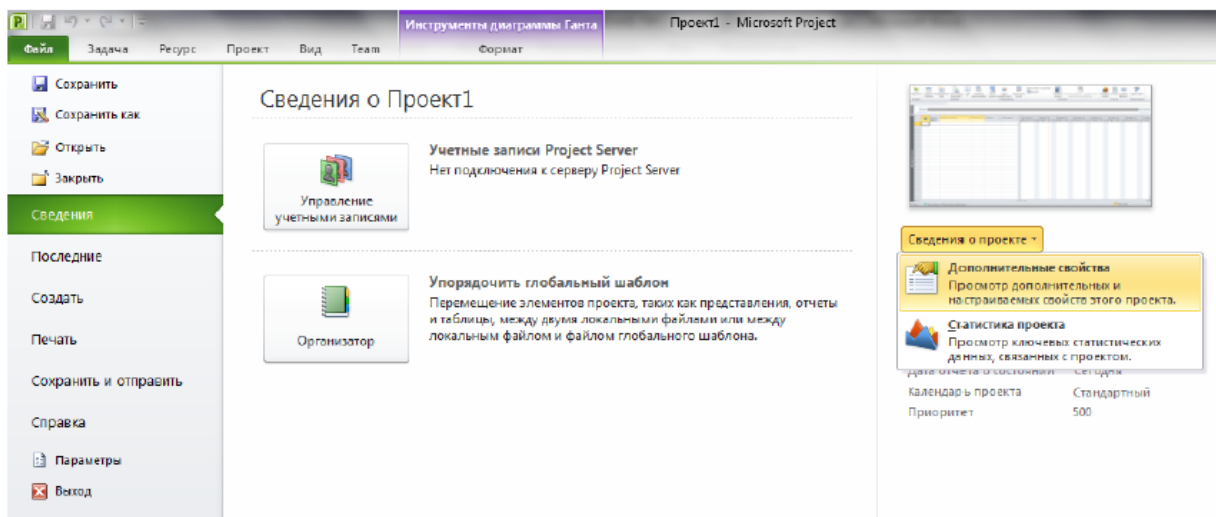
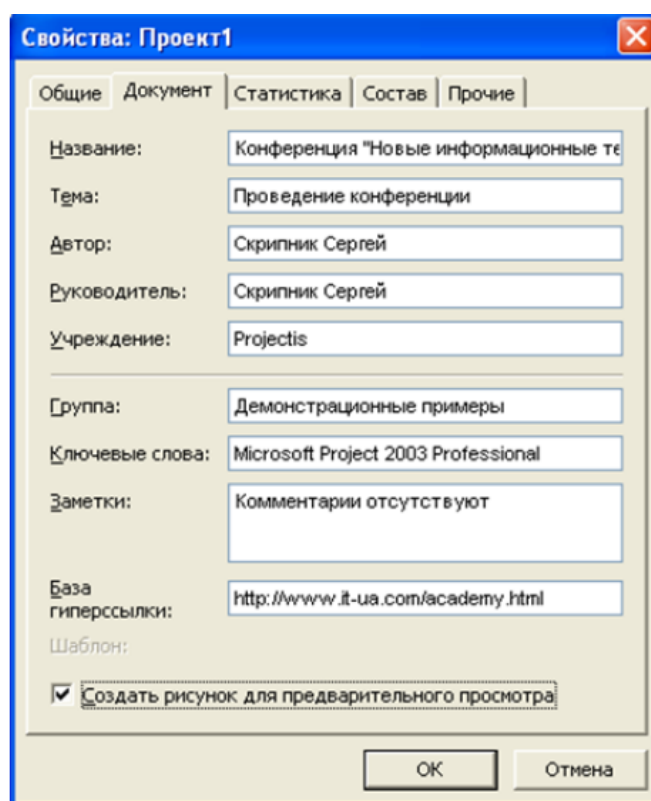

Рис. 4.4. Відкриття ВД Свойства
Рис. 4.5. Введения опису проекту
**Введення опису проекту.** Після того, як новий проект створено необхідно ввести його опис. Для цього використовується вікно **Свойства**. Щоб відкрити це ВД, у поданні Backstage треба вибрати вкладку **Відомості**, потім натиснути кнопку **Відомості про проект** і вибрати **Додаткові властивості** (рис. 4.4). Відкриється ВД **Свойства**. Необхідно перейти на вкладку **Документ** (рис. 4.5) і ввести опис проекту.